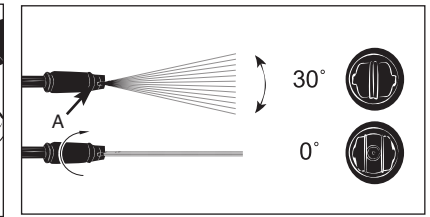

Fig. 4
The spray angle can be adjusted from 0° to 30° by twisting the spray nozzle (A). (Fig. 4)
L'angle de sprayage peut être réglé de 0° à 30° par rotation (A). (Fig. 4)